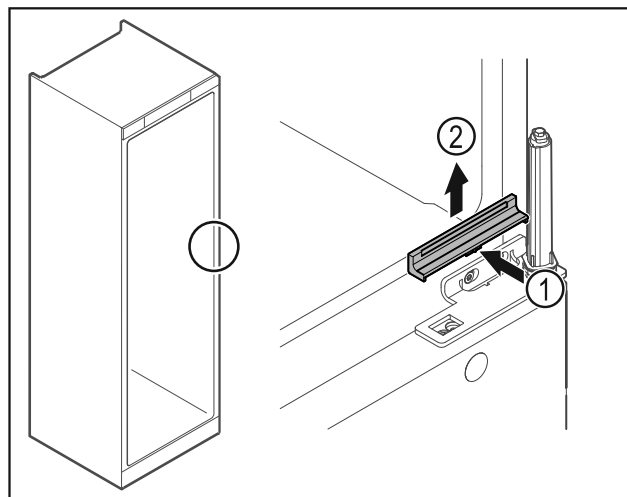

Fig. 33
- Presionar ligeramente la cubierta Fig. 33 (1) en el centro y retirarla hacia arriba Fig. 33 (2).